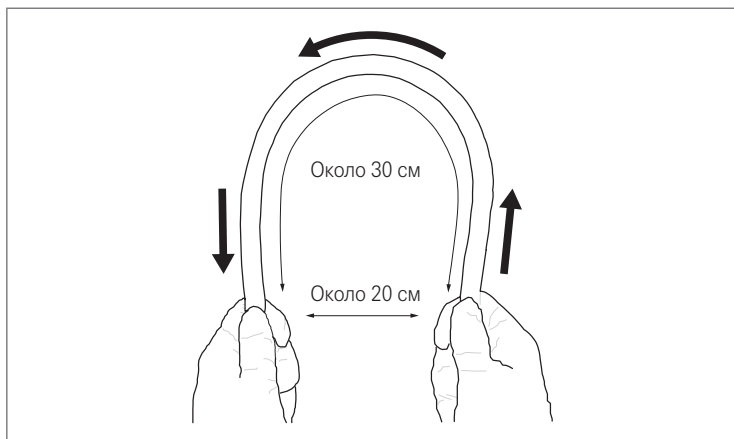

Рис. 3.7
9. Двумя руками согните вводимую трубку в дугу, как показано на Рис. 3.7. Скользящими движениями перемещайте вводимую трубку в направлении стрелок, показанных на Рис. 3.7, и убедитесь, что она плавно и легко сгибается в дугу по всей длине.